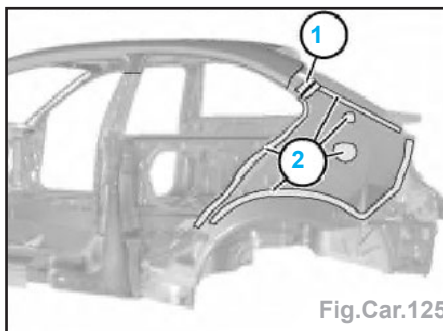

Fig.Car.125
- Souder (Fig.Car.125) :
- le raidisseur (1) d'une longueur d'environ 30 mm,
- les zones (2) par points.